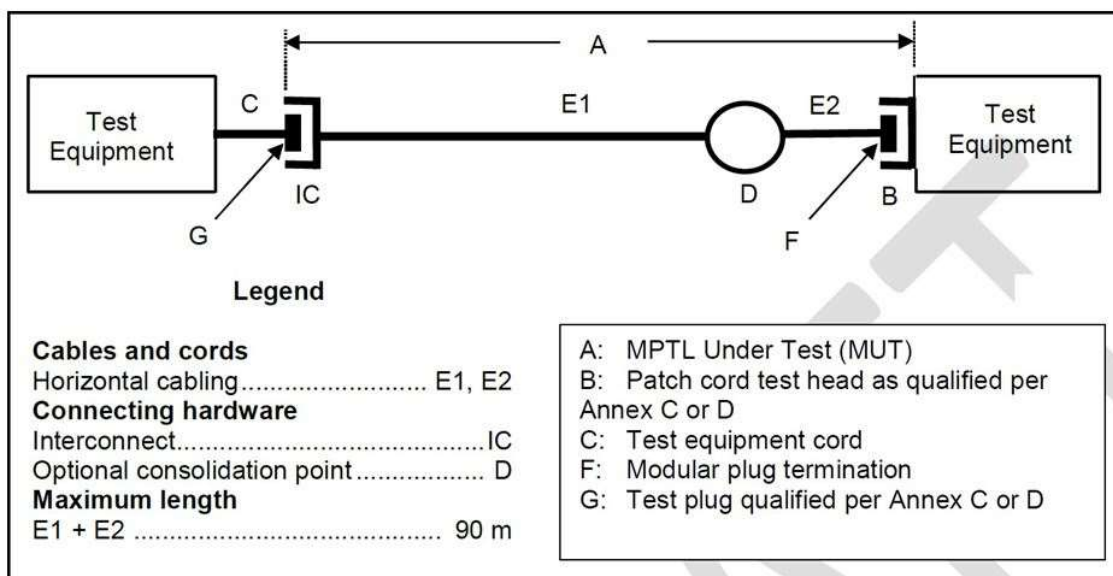

図 1. MPTL 試験の設定 (ANSI/TIA PN-568.2-D ドラフト 2.1 / 附帯書 F より抜粋)
これまでは、ANSI/TIA 568 及び ISO/IEC 11801（その地域版）では、パーマネントリンク（固定設置リンク）およびチャンネルリンク（全伝送リンク）の2つのリンクトポロジしか記載されていませんでした。一方、産業用配線では、技術報告書(ISO/IEC TR 11801-9902) および関連する測定指示書 (ISO/IEC 14763-4) を使用して、国際レベルで E2E リンクを導入しました。MPTL については、アメリカ標準規格 (PN-568.2-D ドラフト 2.1 / 附属書 F) で唯一、配電盤側をジャックで終端し、アクティブデバイス側をプラグで終端したリンクについて、述べています。その間に、分岐点 (CP) がある場合もあります。MPTL の最大長は 90 メートルです。この種類のリンクは、パーマネントリンクの基準値を適用して試験されます。リンク終端が異なるため、ローカル機（親機）およびリモート機（子機）では異なる測定アダプタが使用されます。配線盤側では、パーマネントリンクアダプタを使用してジャックを測定し、MPTL リンクのプラグを受け入れるために端末装置側でパッチケーブル測定アダプタを使用します (図 1 参照)。